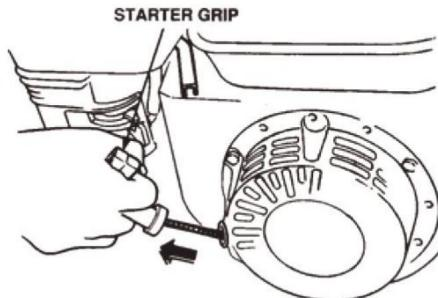

FIG. 10
- 9.6 Ta tag i starthandtaget (FIG. 10) och dra långsamt ut det. Motståndet